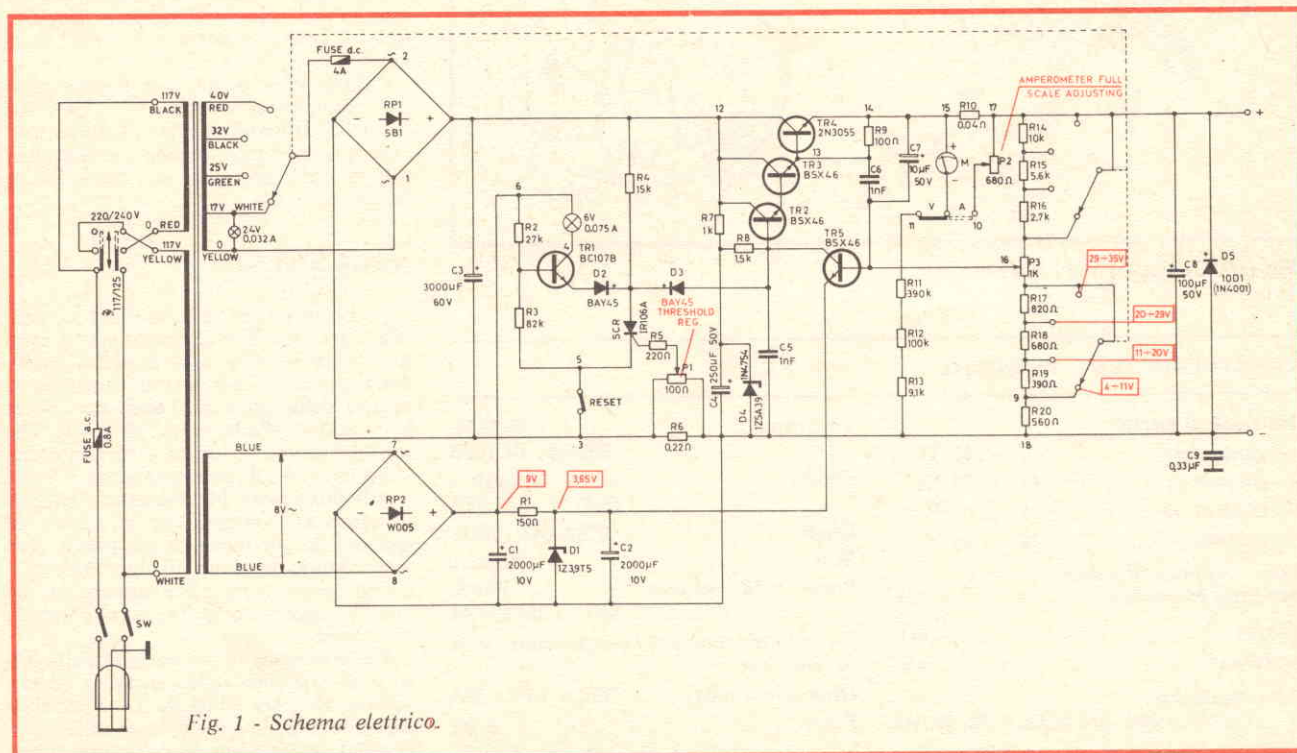

Fig. 1 - Schema elettrico.
**D**allo schema riportato in fig. 1 possiamo suddividere l'alimentatore in tre distinte sezioni: